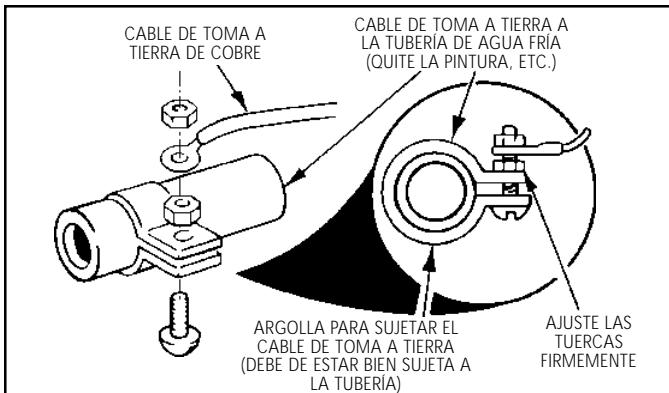

Figura 6
B. Si este horno se va a usar en una casa sobre ruedas o si los códigos locales no permiten que el armazón este conectado al neutro de la toma a tierra, separe el alambre blanco y el de toma a tierra pelado que salen del final del cable de suministro de energía al electrodoméstico. Conecte el alambre blanco del cable de suministro de energía al alambre blanco neutro en la caja de empalme. Conecte el alambre negro del cable de suministro de energía al alambre negro en la caja de empalme. Conecte el alambre rojo del cable de suministro de energía al alambre rojo de la caja de empalme. El alambre pelado debe de usarse ahora para la toma a tierra del electrodoméstico de acuerdo con los códigos eléctricos locales. Conecte el alambre de cobre pelado de toma a tierra a una tubería de toma a tierra de agua fría* o al alambre de toma a tierra en el panel de servicio. No conecte la toma a tierra a una tubería de suministro de gas. No conecte el suministro de energía eléctrica hasta que el electrodoméstico tenga su toma a tierra instalada permanentemente. Conecte el alambre de toma a tierra antes de enchufar por primera vez el electrodoméstico. (vea la figura 6)